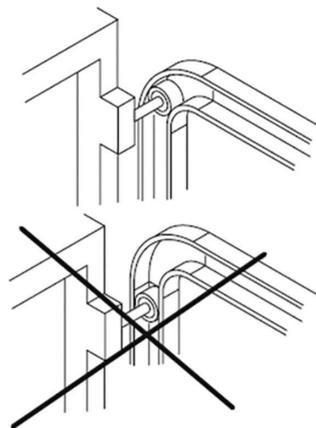

Рис. 2
3. Проверьте, чтобы верхний ролик полотна ворот находился на изгибе горизонтальной части направляющего рельса при полностью закрытых воротах (рис. 2).